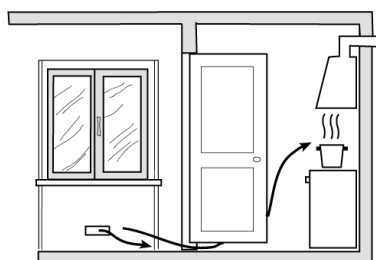

Рис.3
- ◆ Кроме того, воздух может поступать из смежной комнаты, (кроме спален и пожароопасных помещений), если она имеет подобную же приточную трубу, и конструкция двери обеспечивает свободный проход воздуха (рис.3).